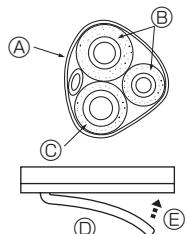

Fig. 5-5
- Instrandare il tubo di scarico in diagonale sotto i tubi di connessione. (Fig. 5-5)